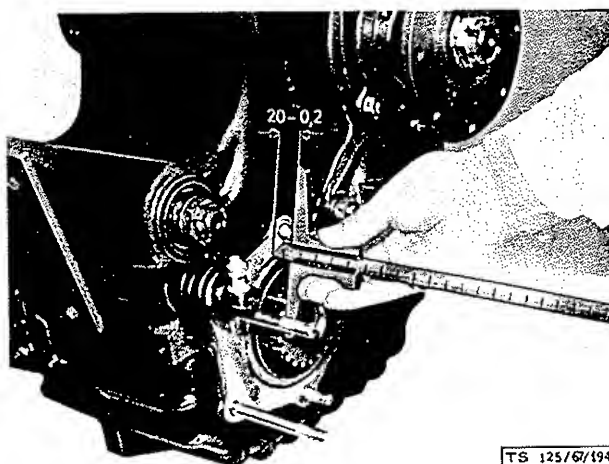

BILD 8: Vorstand messen
5. Lagergehäuse abnehmen und den Vorstand der Antriebswelle zum Gehäuse messen (Bild 8).